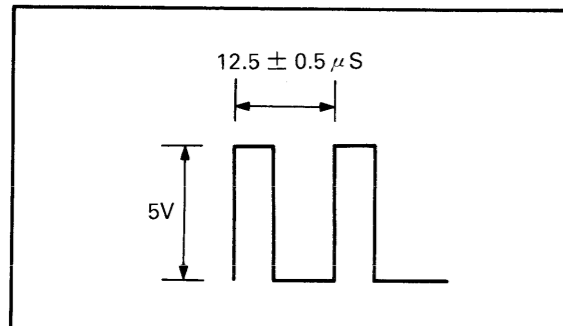

Fig. 1/図1
- Adjust RT1 (1kB potentiometer) on MT board for $T = 12.5 \pm 0.5 \mu\text{S}$ (Fig.1).
- $T=12.5 \pm 0.5 \mu\text{S}$ になるように、MT基板上のRT1 (1kB半固定抵抗)を調整する。(図1)